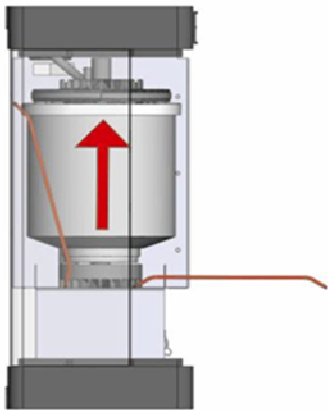
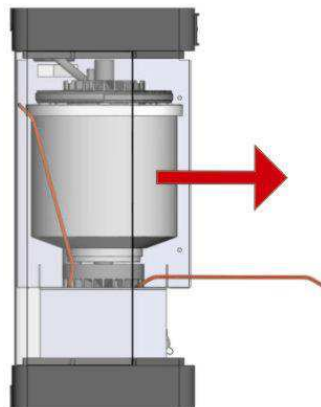

Fig. 31
Fig. 32
5. Retirer le cylindre de la bride inférieure en l'extrayant vers le haut (fig. 31) et le retirer de l'humidificateur (figures 32 et 33).